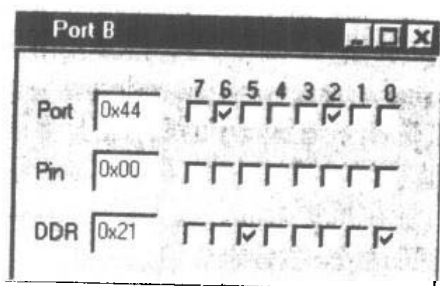

图 7.12
(2) 端口窗口 端口窗口显示通常与一个端口联系的三个不同 I/O 寄存器。当用户从菜单 View→Peripheral→port 中选择一个端口,相应的端口窗口就会出现如图 7.12 所示。端口窗口以十六进制值和一位值显示 I/O 区域的端口的设置,引脚和直接数据寄存器的值。当执行停止后,寄存器的值都可以被改变。